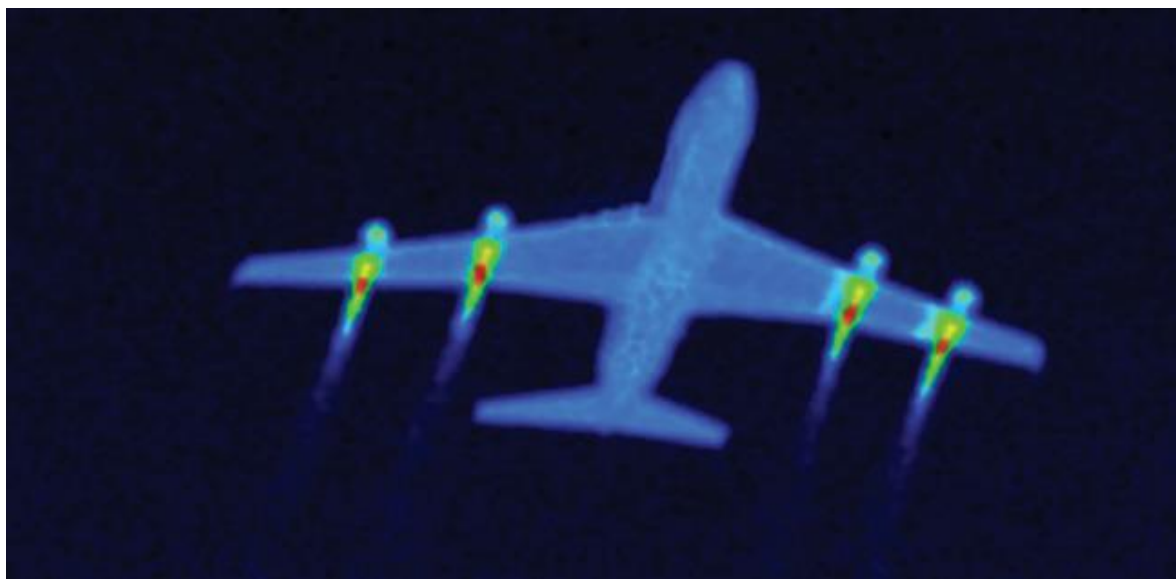

Рисунок 2 – Задание 2
2) Найти и обозначить примерный центр выделяющегося объекта на заданном изображении (рисунок 2);